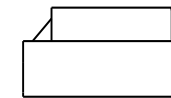

Рис.1
- ☞ установить сиденье с коробкой, предварительно подложив под него мягкий материал, на мягкий элемент сиденья (см. рис.1)